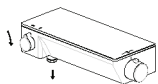

Рис. 9-1
2. Левый переключатель в вертикальном положении – вода отключена. Поверните переключатель направо на 90°, польется вода из ручного душа (рис. 9-1).